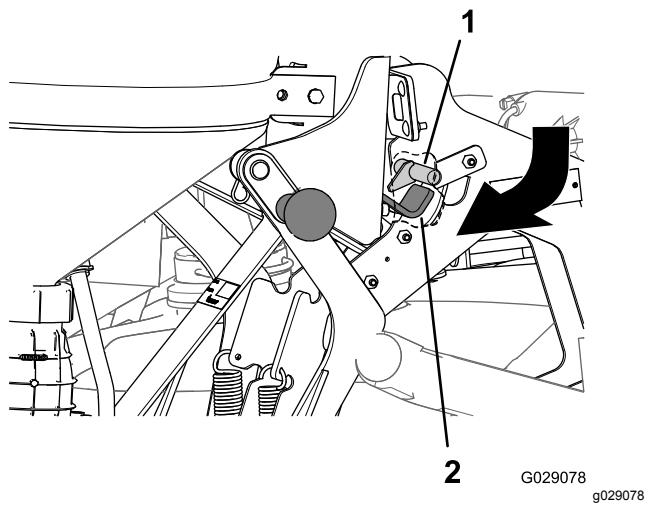

Figura 38
3. Tirate la stegola del nebulizzatore verso l'esterno e verso il basso fino a quando il gancio del fermo sul lato interno della contropiastre non è libero dall'asta di fermo del gruppo telaio di supporto principale (Figura 38).
- Spingete verso l'interno le stegole sulla parte superiore della base fino a quando la parte del gancio del fermo non è allineata dietro l'asta di fermo del telaio di supporto principale (Figura 38).